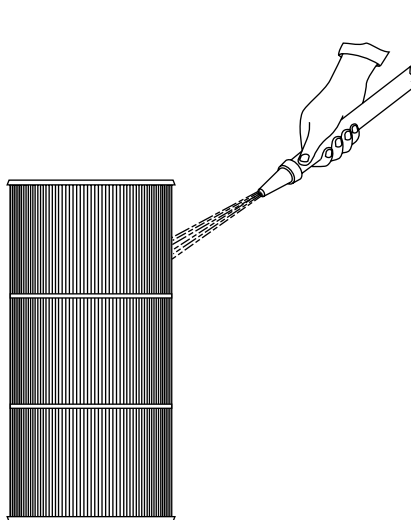

Figure 13
### LAVAGE DE LA CARTOUCHE FILTRANTE (VOIR LES FIGURES 13 ET 14)
1. À l'aide d'une lance à jet droit, laver la cartouche filtrante (voir la Figure 13).